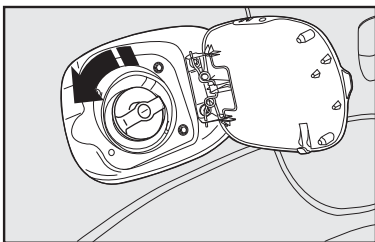

fig. 112
- segure a tampa e gire a chave no sentido anti-horário (algumas versões); prossiga girando a tampa **fig. 112** até o seu completo desalocamento.